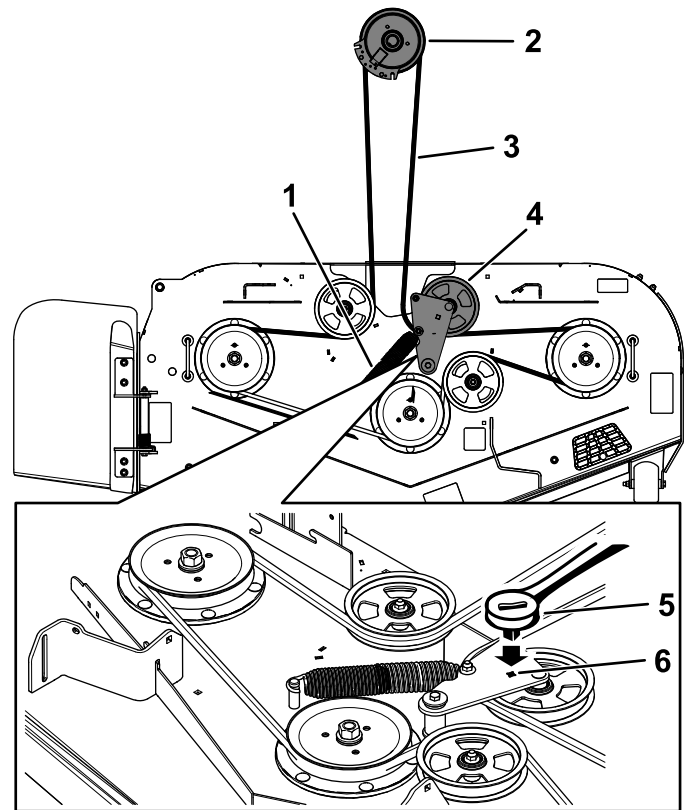

Figura 58
13. Montați dispozitivul de ghidare a curelei pe braul rolei de ghidare (Figura 58).
14. Utilizând cheia cu clichet de 3/8" în orificiul pătrat, montați arcul rolei de ghidare (Figura 58).
8. Folosiți o cheie cu clichet de 3/8" în orificiul pătrat al braului rolei de ghidare pentru a elimina tensiunea arcului rolei de ghidare (Figura 58).
10. Îndepărtați dispozitivul de ghidare a curelei de pe braul rolei de ghidare cu arc (Figura 58).
12. Montați cureaua nouă în jurul fuliilor mainii de tuns iarba și fuliilor ambreiajului de sub motor (Figura 58).